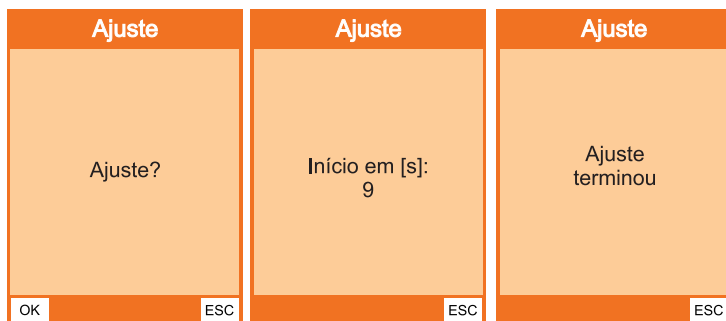

Fig. 16: Ajuste
3. Selecione **Ajuste**. Surge a vista inicial do **Ajuste** (fig. 16, imagem à esquerda).